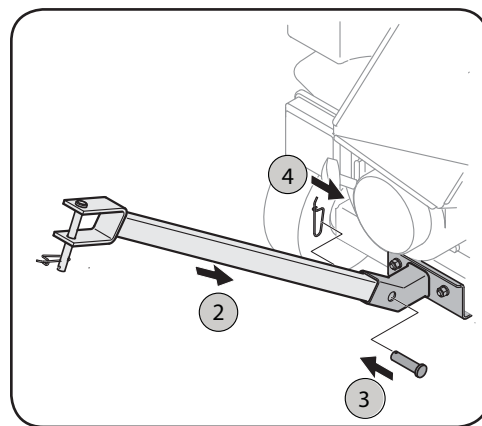

Figure 2-4
2. Insérez la barre de remorquage dans le support. Voir Figure 2-4.
3. Insérez l'axe de chape dans les trous du support et de la barre de remorquage. Voir Figure 2-4.
4. Fixez la barre au support à l'aide de la goupille à ressort. Voir Figure 2-4.